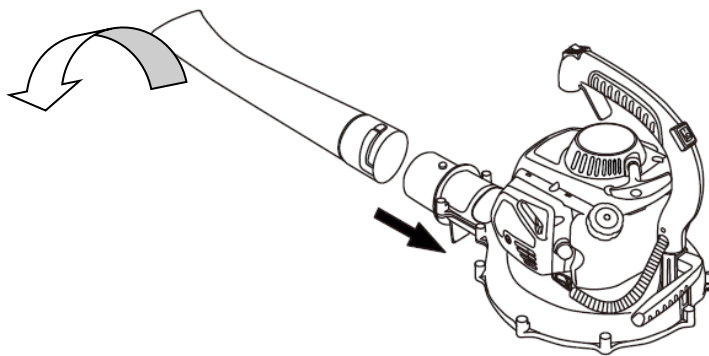

Abb. 2
MONTAGE DES LAUBBLÄSERS (Abb. 2)
1. Befestigen Sie das Blasrohr am Rohranschluss des Gerätes. Richten Sie dazu die Aussparungen am Blasrohr an den erhöhten Vorsprüngen des Rohranschlusses aus. Schieben Sie dann das Blasrohr auf den Rohranschluss und drehen Sie es, um es zu sichern. (Abb. 2)